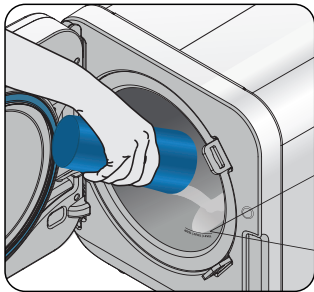

Fig.3
- 4. Com o copo, coloque **água destilada** na câmara até atingir a marca de nível de água (Fig. 3).